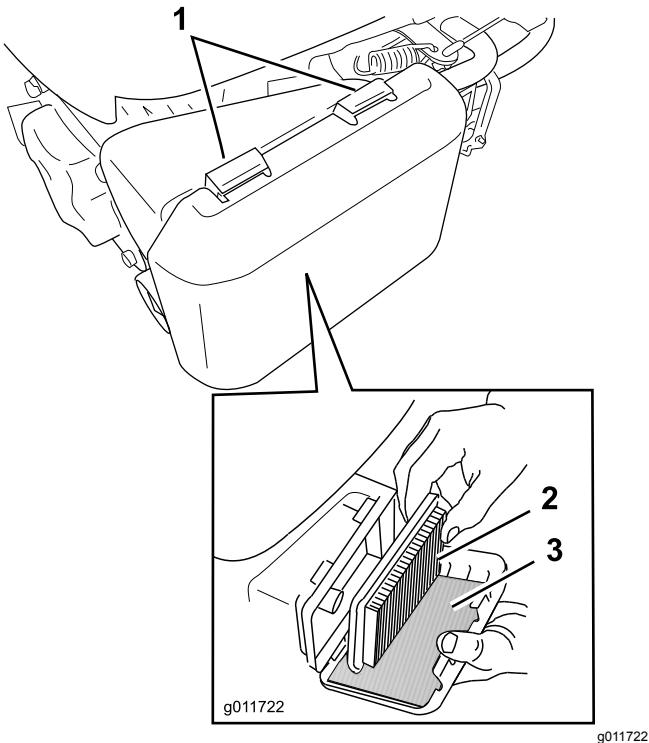

Bild 25
1. Drücken Sie die Verriegelungsnasen oben an der Luftfilterabdeckung nach unten (Bild 25).
3. Entfernen Sie den Papierfilter und den Schaumvorfilter (Bild 25).